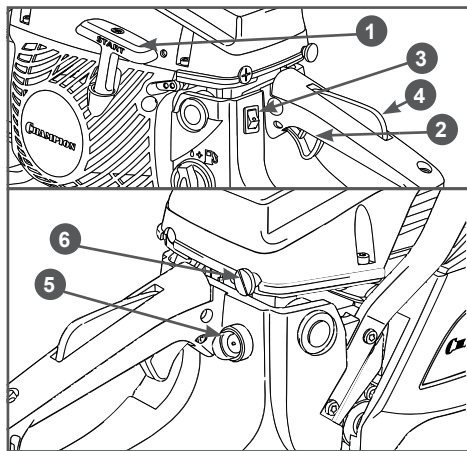

Рис. 12 Органы управления, необходимые для запуска бензопилы
5-10 раз) на ручной топливный насос 5 (Рис. 12) до появления в насосе топлива и возникновения сопротивления при нажатии.
6. Убедитесь, что выключатель зажигания 3 (Рис. 12) находится в положении «I».
7. Закройте воздушную заслонку карбюратора. Для этого вытяните рычаг 6 (Рис. 12) управления воздушной заслонкой.
8. Возьмитесь за ручку стартера 1 (Рис.12) и выберите свободный ход шнура стартера. Для этого потяните за ручку стартера до тех пор, пока не почувствуете сопротивление, затем сильно, но плавно потяните за ручку. Повторите эти действия 3-5 раз до первой вспышки топлива в двигателе. Двигатель не запускается, а сразу глохнет. Плавно, не бросая, верните ручку стартера на место.
9. После первой вспышки откройте воздушную заслонку, для этого нажмите на рычаг 6 (Рис. 12) управления воздушной заслонкой и верните его в исходное положение.
11. Обхватив заднюю рукоятку правой рукой, нажмите рычаг газа 2, одновременно с этим нажав на рычаг блокировки рычага газа 4 (Рис. 12).
12. Отпустите рычаг газа 2 (Рис. 12), при этом двигатель перейдет в режим холостого хода.